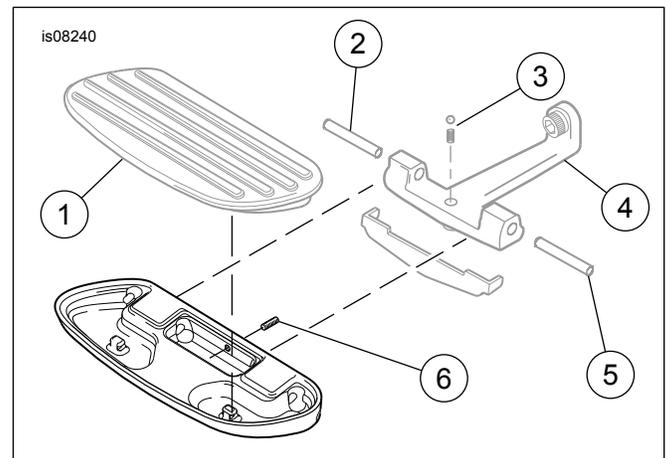

Figura 1. Parti di ricambio
Vedere Figura 1 e Tabella 1.
4. Vedere Figura 1. Collocare la molla del dente di arresto nel foro della staffa di sostegno e poggiare la sfera di acciaio sulla parte superiore della molla, se non è già insediata.